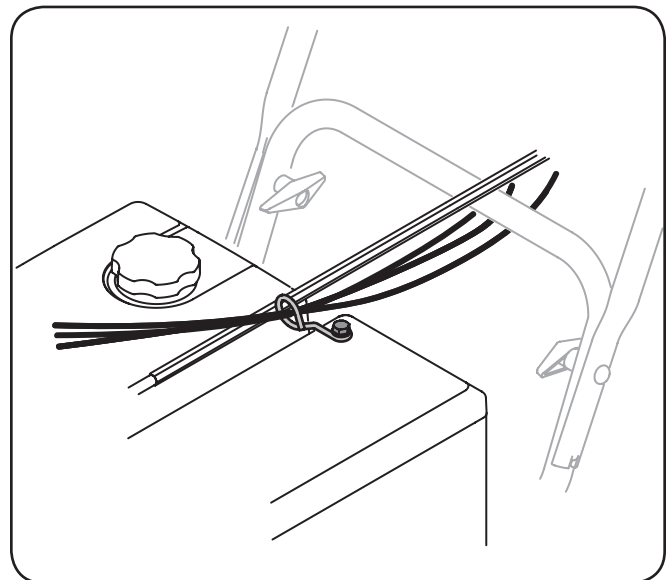

Figura 3-10
9. Controle que todos los cables estén adecuadamente dirigidos a través de la guía de cables de la parte superior del motor. Vea la Figura 3-10.
Su máquina quitanieve trae un par de pasadores de cuchilla de la barrena y pasadores de chaveta con unión curva de reemplazo. Guárdelos en el panel de instrumentos de la máquina hasta que los necesite. Consulte la Figura 3-10.